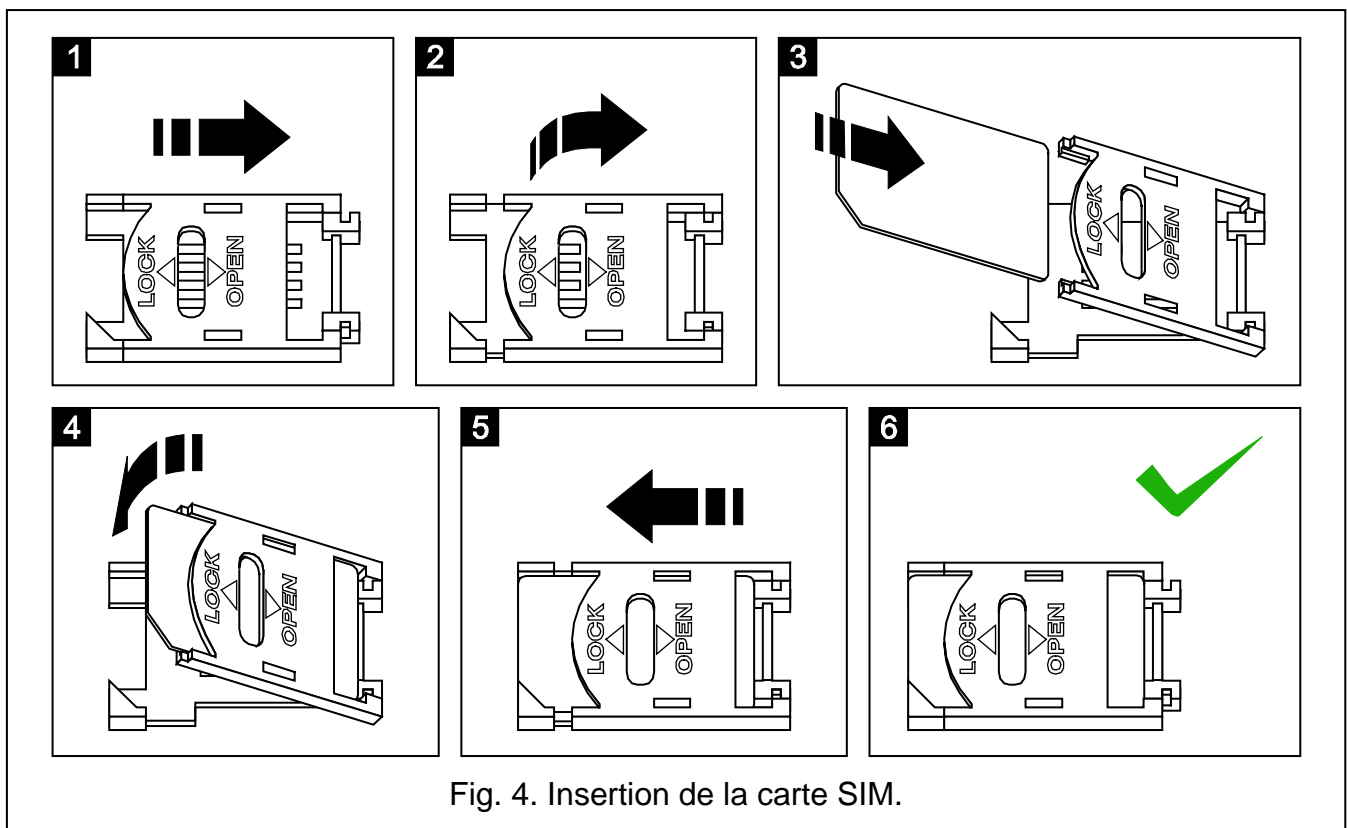

Fig. 4. Insertion de la carte SIM.
8. Insérer la carte SIM dans son logement (voir : fig. 4).